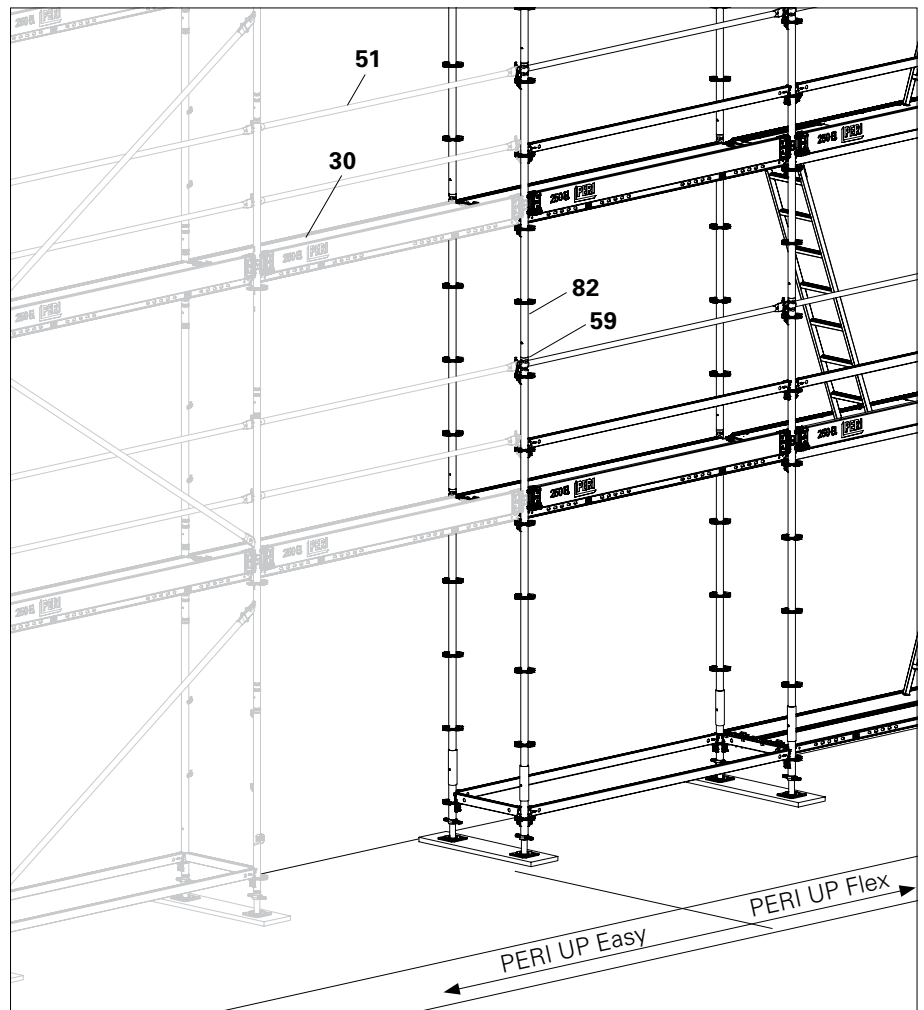

Abb. C1.02
Der Aufbau des Flexbereiches erfolgt wie ein eigenständiges Gerüst nach der AuV PERI UP Flex. (Abb. C1.02)
1. In Rosetten der Vertikalstiele UVR (82) Geländerhalter EPW (59) einstecken. Geländerhaken müssen nach innen zu den Belägen zeigen. Keile festschlagen.
4. Bordbrett UPF montieren. (Abb. C1.02 + C1.03)